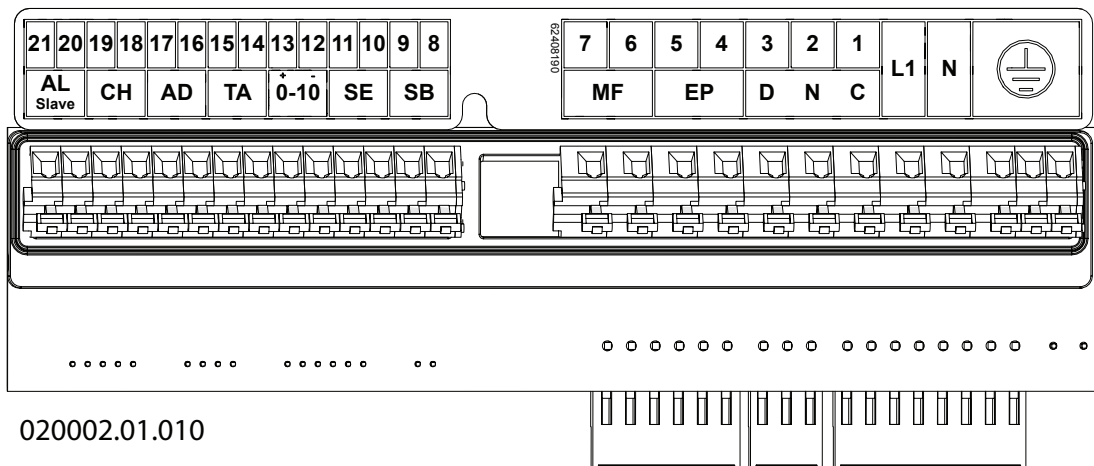

Figure 5-9 - Branchements électriques
#### Légende de la figure 5-9
Pour le branchement du câble d'alimentation électrique, procéder comme ci-dessous (se référer à la Figure 5-9) :
Pour le branchement du câble du thermostat d'ambiance, procéder comme ci-dessous (se référer à la Figure 5-9) :
- 6.- raccorder les 2 cosses du câble aux bornes « TA » (voir Figure 5-9).
Pour le branchement du câble de la chronocommande, procéder comme ci-dessous (se référer à la Figure 5-9) :
- 3.- raccorder les 2 cosses du câble aux bornes « 14 » et « 15 » de l'appareil (voir la figure 5-9 « TA »).
- 2.- brancher le câble bipolaire sur les bornes « SE » comme indiqué à la figure 5-9 ;
Pour le branchement électrique, procéder comme ci-dessous (se référer à la figure 5-9) :